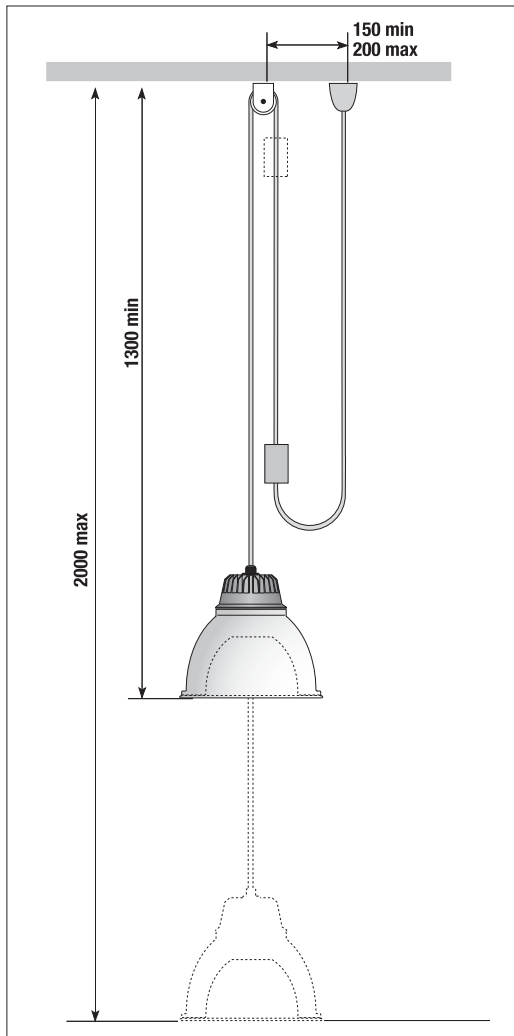

Abb.1
- Die Leuchte wird mit den Einzelteilen für die Zug-Hängeleuchte mit 3m langem Kabel und Höchsteinstellung wie in Abb.1 angegeben geliefert.